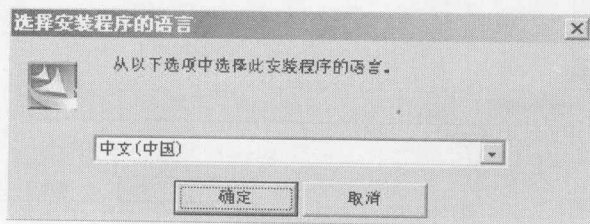

图 1-2 “选择安装程序的语言”对话框
4. 单击 NX5 Product Installation 对话框中的 Install UGS License Server 按钮, 弹出“选择安装程序的语言”对话框, 在对话框中选择“中文(中国)”选项, 如图 1-2 所示。然后单击 确定 按钮。